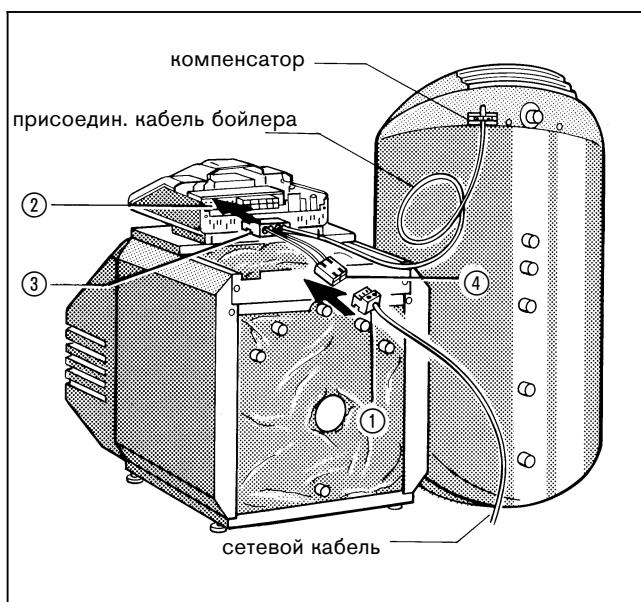

Рис. 11
- Вынуть сетевой кабель **①** из разъема **②** системы регулирования котла (рис. 11).
- Размотайте подсоединительный кабель бойлера и вставьте штекер в разъем **③** системы управления котла (рис. 11).
- Вставьте штекер **①** сетевого кабеля в гнездо **④** на присоединительном кабеле бойлера (рис. 11).